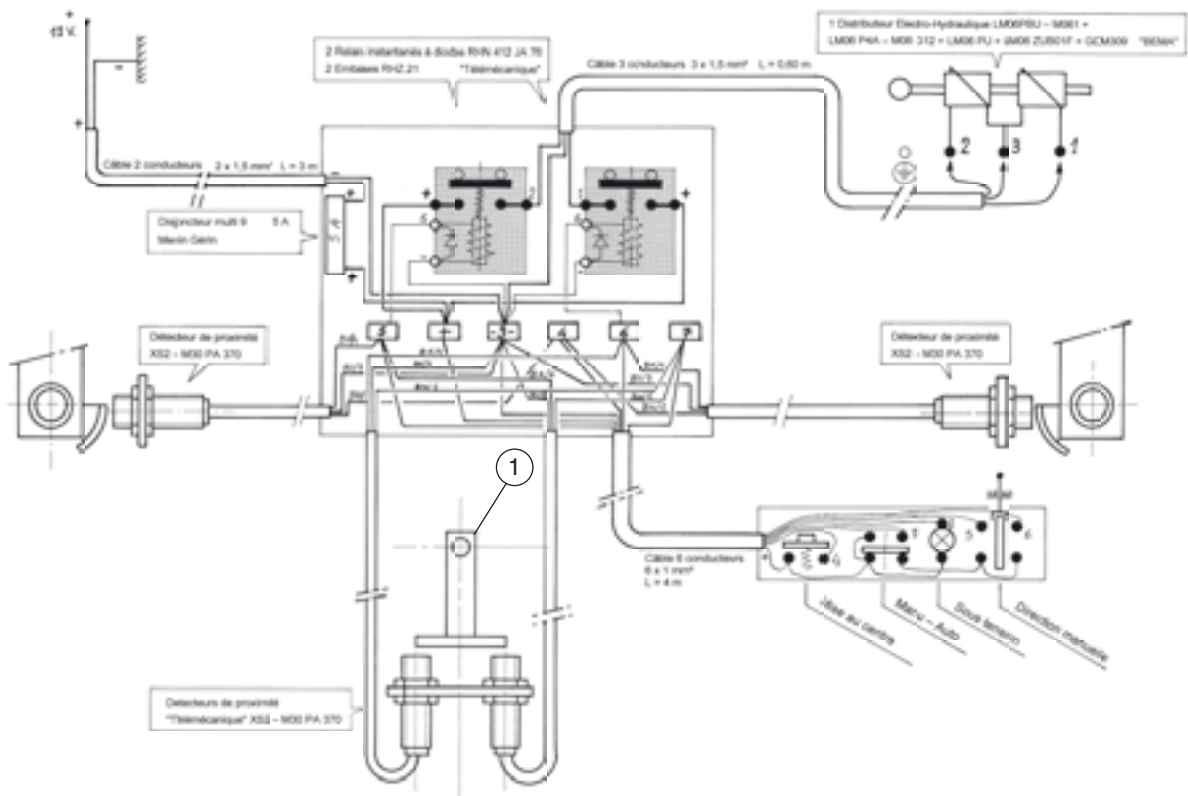

Fig. 98
Les 4 détecteurs de proximité sont réglés d'usine. Si la came de commande ① Fig. 98 - 88 se déplace, ou si un détecteur se désolidarise de son support, procéder aux réglages. Bineuse attelée au tracteur et relevée, mettre sous tension seulement (12V) (pas sous pression hydraulique). Position "auto", déplacer la roue de guidage ② d'environ 3 cm, on doit apercevoir sur le détecteur, à l'arrière, un led rouge qui s'allume, et le tiroir du distributeur hydraulique se déplace. Faire l'essai ensuite de l'autre côté. Fig. 95, option siège arrière pour guidage manuel ou contrôle.
The 4 proximity detectors are pre-set in our factory. If the control cam ① Fig. 98 - 88 moves, or if a detector is disconnected from its support, make the necessary adjustments. Cultivator hitched to the tractor, and raised, charge only (12 V) (no oil pressure). "Auto" position, move the guiding wheel ② about 3 cm, we should see on the detector, at the rear, a red led lights up, and the drawer of the hydraulic distributor is moving. Then test the other side. Fig.95, option rear seat for manual guiding or control.
Die Näherungsschalter werden in der Fabrik eingestellt. Die Einstellungen sind vorzunehmen, wenn der Steuerungsnocken ① Abb. 98 - 88 sich bewegt oder wenn ein Fühler sich von seiner Stütze los geht. Hackmaschine an den Schlepper anbauen und hochstellen. Dann sie nur einschalten (12 V) - kein Hydraulikdruck ! Stellung "Auto" : das Führungsrad ② etwa 3 cm bewegen. Auf dem Fühler hinter sollte eine rote LED-Diode aufleuchten. Der Schieber des hydraulischen Verteilers versetzt sich. Der Versuch sollte dann auf der anderen Seite durchgeführt werden. Abb. 95 Option Hintersitz für manuelle Führung oder Kontrolle.
4 detettori di prossimità sono stati aggiustati alla fabbrica. Procedere agli aggiustamenti se la camma di comando ① Fig. 98 - 88 si sposta o si un detettore si stacca dal suo supporto. Accoppiata la sarchiatrice al trattore e sollevata, mettere sotto tensione (12 V) (non sotto pressione idraulica). Posizione "auto": spostare la ruota di guida ② circa 3 cm: allora si deve vedere sul detettore indietro una spia led rossa che si accende. Il cassetto del distributore idraulico si sposta. Poi fare la prova all'altra parte. Fig. 95, opzione sedile posteriore per guida manuale o controllo.